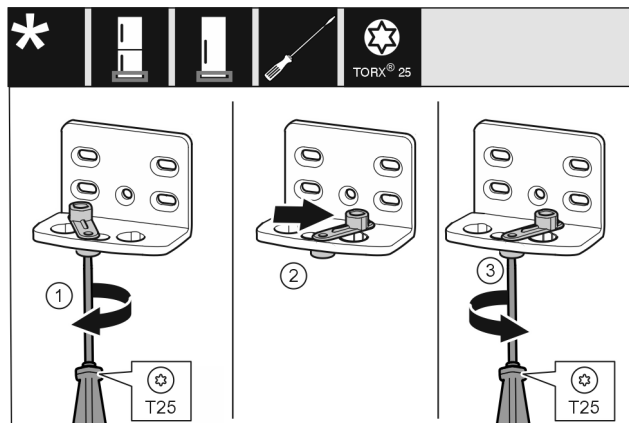

Fig. 14
- ▶ Šroubovákem T25 volně přišroubujte šroub. Fig. 14 (1)
- ▶ Zvedněte pomůcku zavírání dveří a v otvoru ji otočte o 90° doprava. Fig. 14 (2)
- ▶ Šroubovákem T25 šroub pevně utáhněte. Fig. 14 (3)